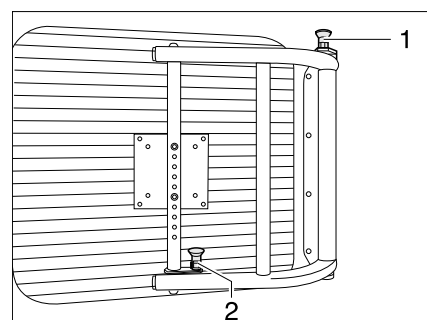

Bild 8 Halterung mit Schwenkarm
- Flachbildschirm in Ausgangsstellung zurückschwenken, bis die beiden Einrastknöpfe (Bild 8,1 und 2) einrasten.